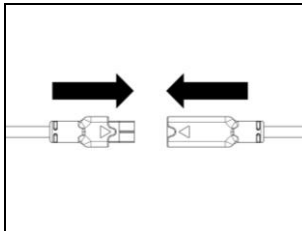

Fig. 11
- Brancher le microphone au connecteur sortant de l'e-Box (Fig. 11).